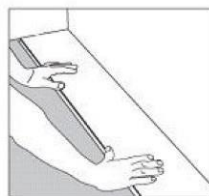

Bild 1
- Börja från **vänster** och lägg försiktigt den första plankan på plats med tungan vänd mot väggen (**bild 1**).